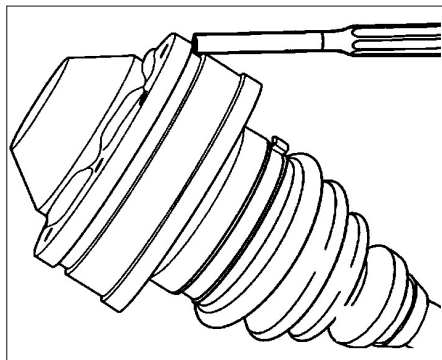

Fig. 7
- Déposer le couvercle (Fig.7).